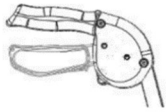

Abb. 5
1. Ziehen Sie die Bremsgriffe nach oben, bis sie gelöst sind, wie in Abb. 5 gezeigt.